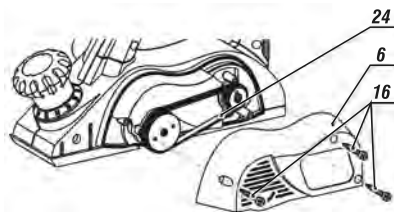

fig. 14 - substituição da correia
2. Solte os parafusos (16) da capa de proteção (6), fig. 14;
3. Remova a correia desgastada (24);
6. Coloque a caixa de proteção (6) e fixe-a com os parafusos (16).